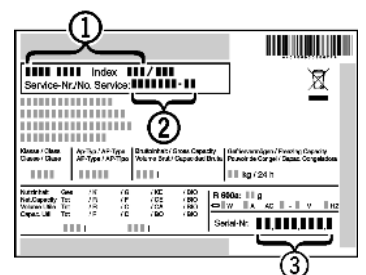

Fig. 7
- Наименование устройства Fig. 7 (1), сервисный № Fig. 7 (2) и серийный № Fig. 7 (3) считайте с заводской таблички. Заводская табличка находится внутри устройства слева.
- ▶ Обратитесь в сервисную службу и сообщите вид неисправности, наименование устройства *Fig. 7 (1)*, сервисный № *Fig. 7 (2)* и серийный № *Fig. 7 (3)*.